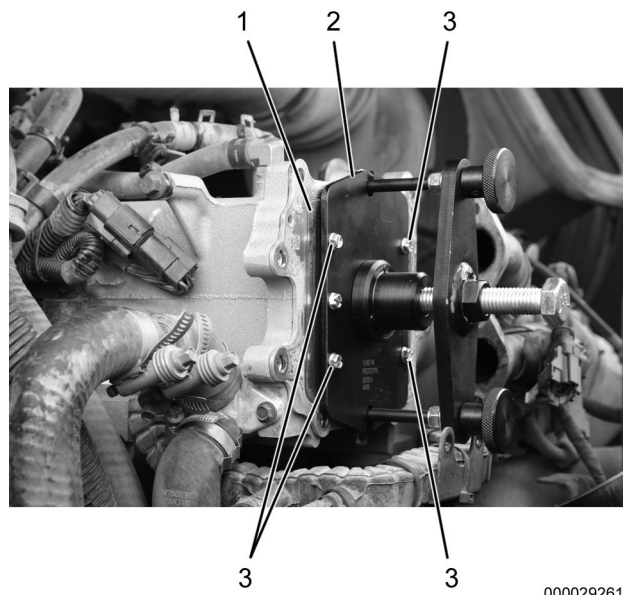

Figura 4. Tornillos autorroscantes del extractor del núcleo de EGR LT.
4. Taladre seis tornillos autorroscantes (Figura 4, elemento 3) en el núcleo del enfriador de EGR LT (Figura 4, elemento 1).
5. Apriete los seis tornillos autorroscantes (Figura 4, elemento 3) hasta que la brida se asiente contra la parte posterior de la placa de desmontaje (Figura 4, elemento 2).